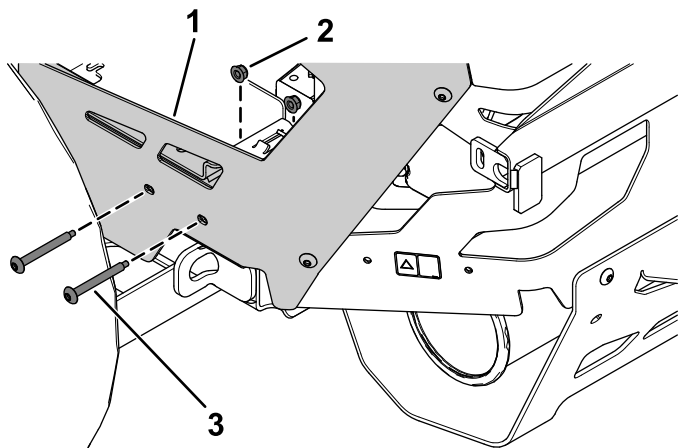

Bild 8
2. Entfernen Sie die beiden Torxschrauben und Muttern von der linken, hinteren Schutzvorrichtung (**Bild 8**).